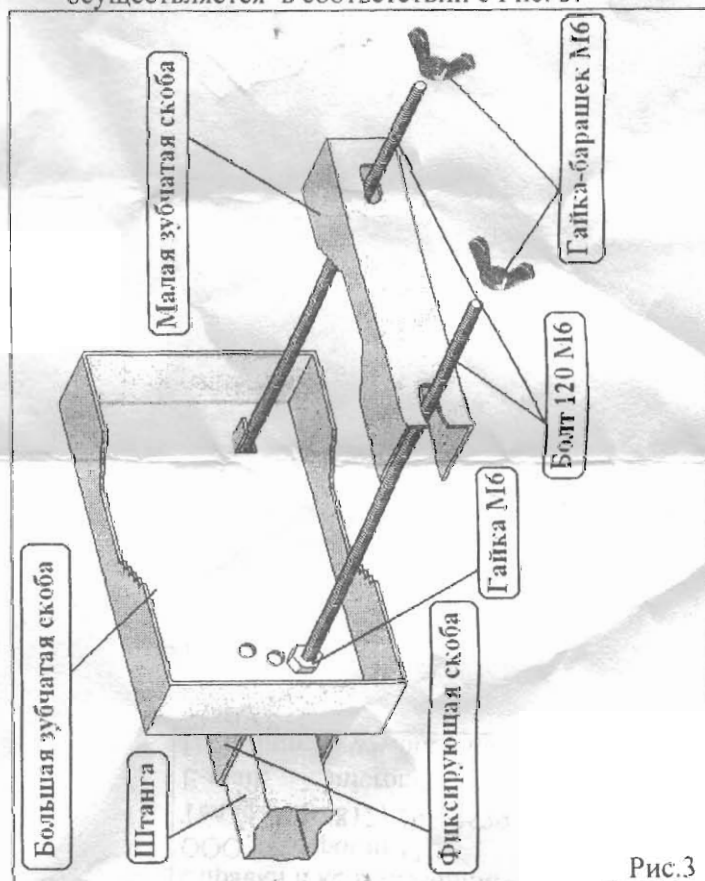

Рис.3
- 6.5 Крепеж собранной антенны к мачте осуществляется в соответствии с Рис. 3.